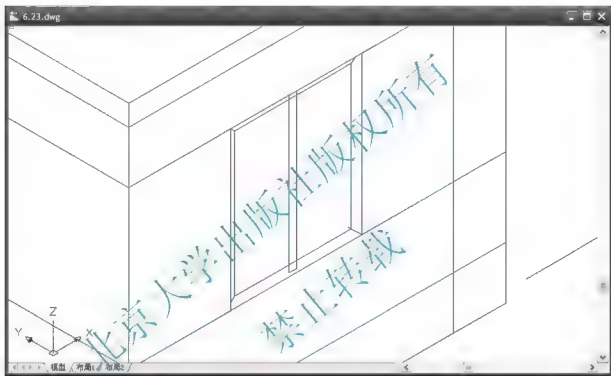

图 6.23 绘制玻璃(消隐后图形)
- (6) 按 Enter 键结束命令, 结果如图 6.23 所示, 生成的“玻璃”只是带有 1800mm 厚的多段线的线框。